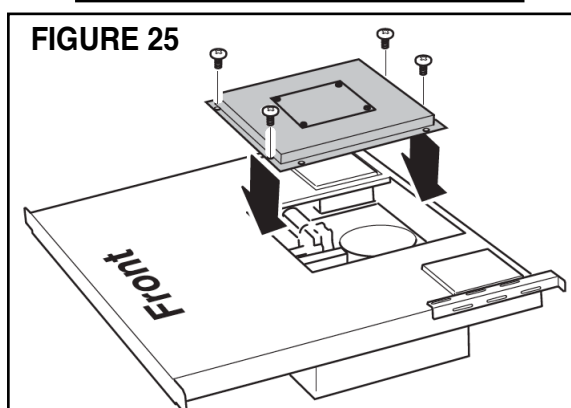

FIGURE 25
- Lorsque vous avez terminé, montez le préalable capot retiré sur l'avant de l'unité (FIGURE 25)